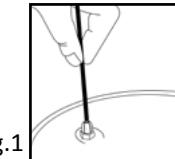
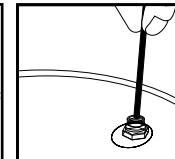

Fig.1
Fig.2
Actúa en caso de un aumento excesivo de la presión. Si se pone en funcionamiento es debido a que la chimenea (12) está obstruida. Debe retirar la Olla del fuego y limpiarla (Fig.1).
1 CHIMENEA (12): Retire la válvula giratoria (11) de la tapa y verifique, por el interior de la tapa, que el orificio de la chimenea está completamente limpio. De no ser así, límpielo con una varilla fina. (Fig.1)
2 VALVULA DE SEGURIDAD (13): Compruebe su correcto funcionamiento pulsando el bulón de la válvula con una varilla, por el interior de la tapa. Si cede, es correcto. (Fig.2)
Para lavar la TAPA, limpíe el orificio de la chimenea con una varilla fina (Fig.1), y la válvula de seguridad pulsando el bulón con una varilla (Fig.2), seguido siempre de un fuerte chorro de agua.
Revise si la Chimenea está sucia, si es así limpieza con una varilla (Fig.1).